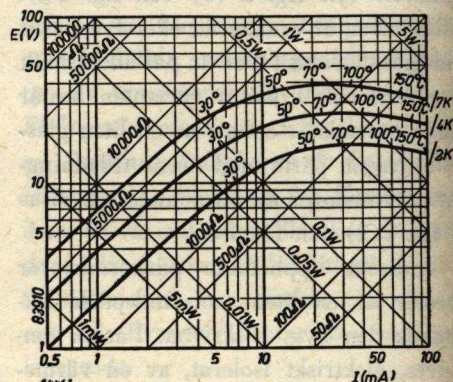

Fig. 7. V-I-kurva för stavtermistor (Philips NTC-motstånd typ 83910); tre olika kallresistansvärden, 7, 4 och 2 kohm.
där  $a$ , som är en funktion av  $\alpha_{20}$ , för de vanligen använda materialen har värdet  $a = 10$ . Efter spänningstoppen avtar hos vissa typer spänningen med stigande ström (negativ resistans). Jmfr I-V-kurvor i fig. 7 och 8. I kurvan i fig. 7 har även temperaturen införts som punkter på resp. kurvor.
a) Philips stavtermistor typ 83 910/2K har  $R_k = 2$  kohm, varför  $E_{max} = \sqrt{2000/2,3} = 18$  V. Jfr fig. 7.